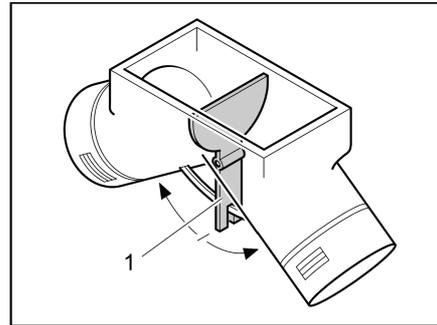

Bild 115 Umluftgebläse, Einstellklappe in Mittelstellung
In Mittelstellung verteilt sich die Warmluft gleichmäßig auf die beiden Warmluftausgänge. Der Bedienelement (Bild 115,1) für die Einstellklappe ist unter der Bodenklappe im Kleiderschrank eingebaut.
- Bedienelement (Bild 115,1) in Pfeilrichtung schieben, bis gewünschte Position erreicht ist.